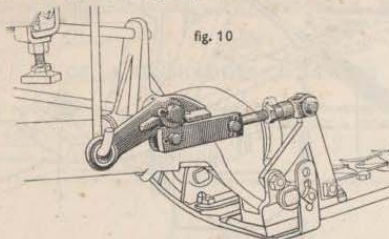

fig. 10
a) La barre coupeuse étant en position de travail, le maillon en acier plat de la manivelle de renvoi doit reposer dans son logement exactement dans le prolongement de la tige réglable (fig. 10).